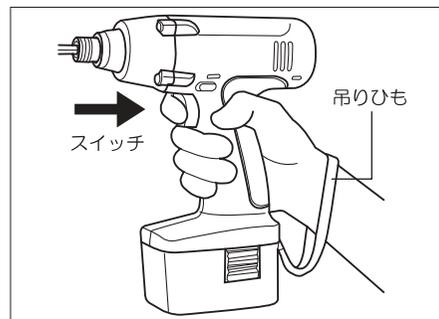

図6
- ①回転方向の切換えは、正逆切換えスイッチを押します。
- ②Ⓜスイッチを押して正回転(本機後方から見て右回り)です。
- ③Ⓛスイッチを押して逆回転(本機後方から見て左回り)です。
- ☞ 作業中は落下防止のため、吊りひもに手を通してご使用してください。(図6参照)